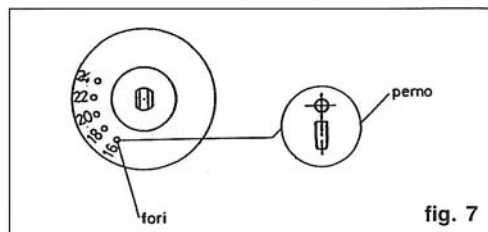

fig. 7
- Inserire il nottolino, fornito in dotazione, nel foro corrispondente alla temperatura MAX desiderata, posto nella parte inferiore della manopola (fig. 7).